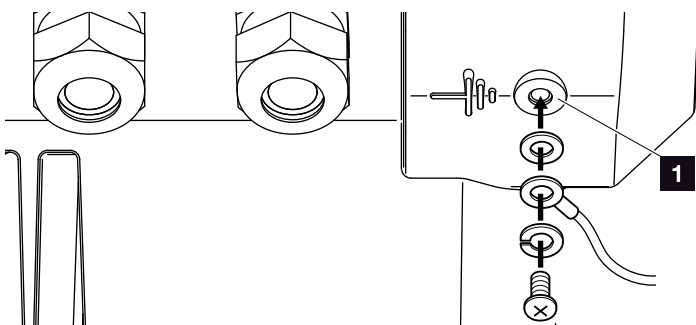

Fig. 33: Collegamento di terra specifico del Paese
9. Nei paesi, nei quali è prescritta una seconda connessione PE, questa va collegata al punto contrassegnato con una coppia di 3 Nm (M6).  **Fig. 33, pos. 1**